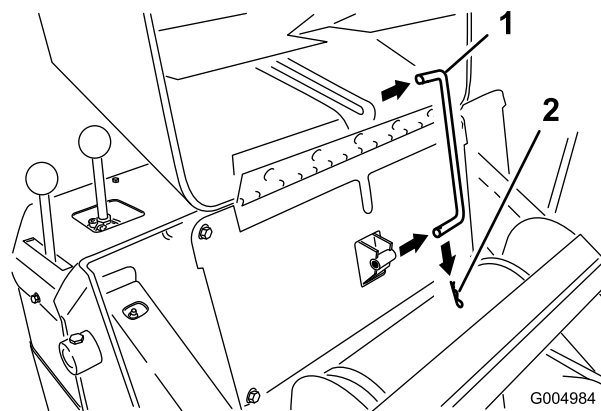

Figure 34
- Sortez la goupille fendue de l'extrémité de la béquille de capot et sortez la béquille des supports de retenue (Figure 34).